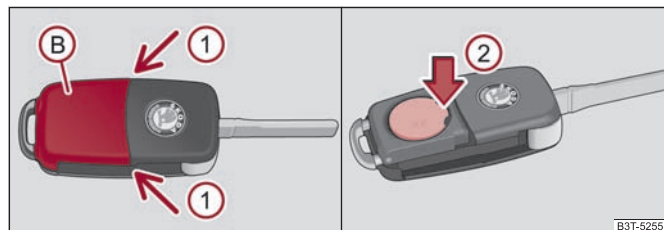
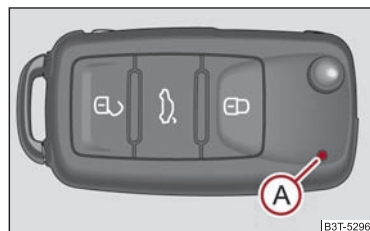

Fig. 2 Chiave con comando a distanza - rimozione del coperchio
Fig. 3 Chiave a distanza
Ogni chiave a distanza è provvista di una batteria alloggiata sotto il coperchio (B) $\Rightarrow$ fig. 2. Quando la batteria è scarica, premendo un tasto della chiave con comando a distanza, la spia di controllo rossa (A) non lampeggia $\Rightarrow$ fig. 3. Sostituire la batteria come segue:
- Premere il coperchio della batteria con il pollice oppure con un cacciavite piatto in corrispondenza delle frecce ① $\Rightarrow$ fig. 2.
- Togliere la batteria scarica dalla chiave premendo verso il basso la batteria in corrispondenza della freccia ② $\Rightarrow$ fig. 2.